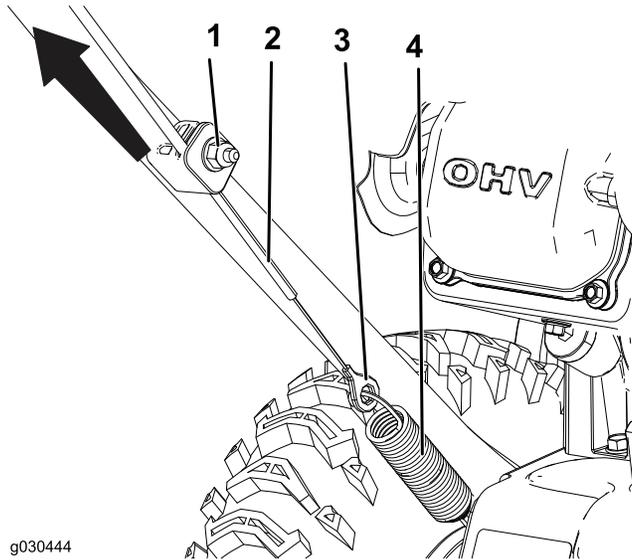

Figura 25
1. Afloje la tuerca de la abrazadera inferior del cable, pero no la retire (Figura 25).
2. Tire hacia arriba del cable para eliminar parte de la holgura (Figura 25).
3. Sujete el cable y apriete la tuerca (Figura 25).